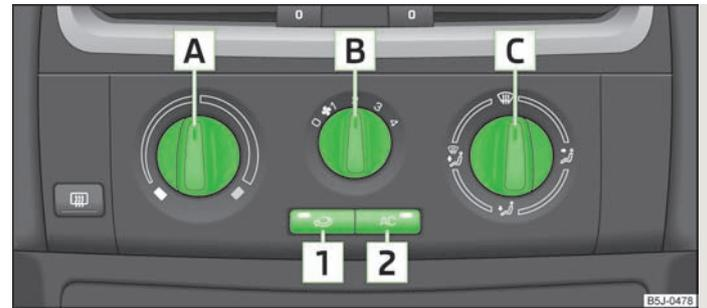

Abb. 73 Klimaanlage: Bedienungselemente
Die Kühlanlage arbeitet nur dann, wenn die Taste  **2** » Abb. 73 gedrückt ist und folgende Bedingungen erfüllt sind:
- Den Drehregler **A** » Abb. 73 nach rechts drehen, um die Temperatur zu erhöhen.
- Den Gebläseschalter **B** » Abb. 73 in eine der Positionen 1 bis 4 drehen, um das Gebläse einzuschalten.
- Mit dem Luftverteilungsregler **C** » Abb. 73 wird die Richtung des Luftaustritts geregelt » Seite 71.
- Die Taste  **2** » Abb. 73 drücken, in der Taste leuchtet die Kontrollleuchte auf.
- Bedienungselemente **[A]** » Abb. 73, **[B]**, **[C]** und Tasten **[1]** und **[2]**.
› Die Taste  **[1]** » Abb. 73 drücken, in der Taste leuchtet die Kontrollleuchte auf.
› Die Taste  **[1]** » Abb. 73 erneut drücken, die Kontrollleuchte in der Taste erlischt.
Wenn der Luftverteilungsregler **[C]** » Abb. 73 in der Position  steht, wird der Umluftbetrieb automatisch ausgeschaltet. Durch wiederholtes Drücken der Taste  kann auch in dieser Stellung der Umluftbetrieb wieder eingeschaltet werden. ▶